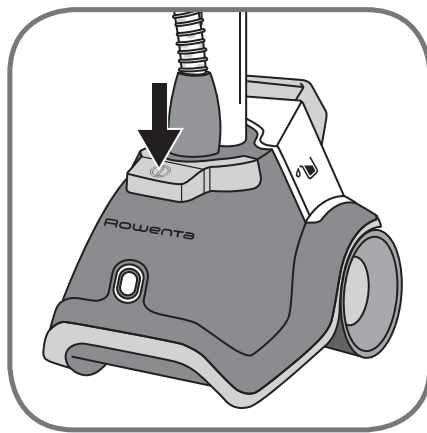

fig. 14
- Allumez l'appareil en appuyant sur la pédale située à l'avant de l'appareil. Le voyant d'alimentation s'allume (fig.14).